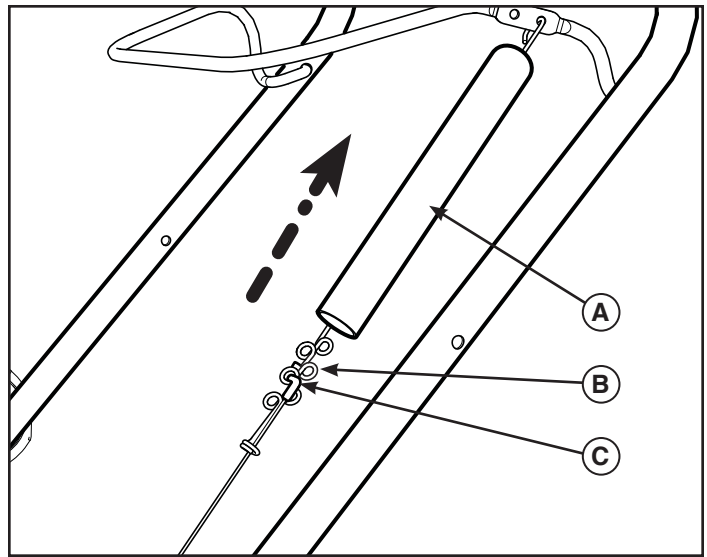

Figure 16
2. Glissez la gaine du câble (**A**, Figure 16) jusqu'à ce que les boucles de réglage du câble (**B**) et sa partie recourbée en Z (**C**) soient dénudées.